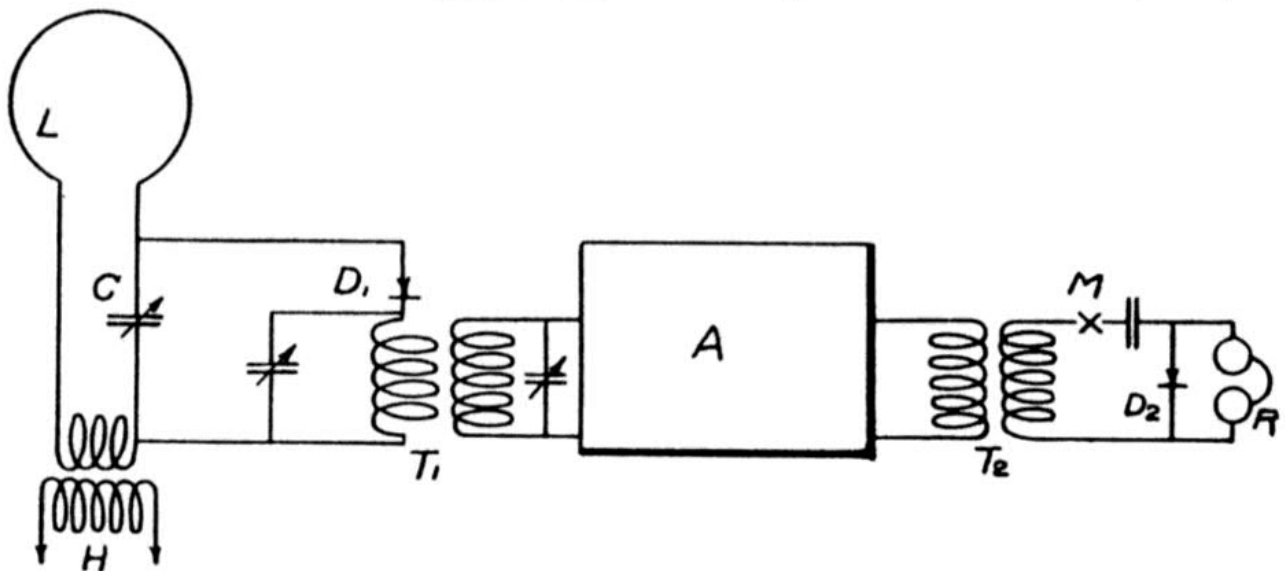
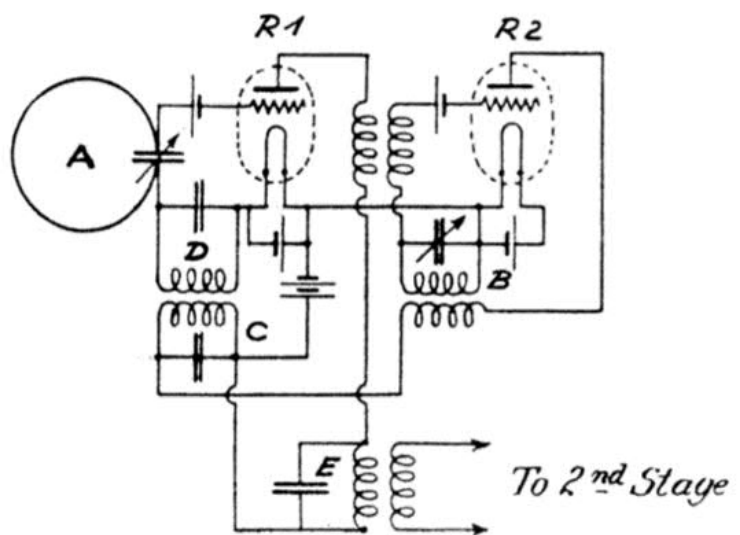

Bild 9: Überlagerungs-Empfänger nach Armstrong (Dez. 1918)
Bild 15: Reflex-Schaltung der Vorstufe. (HF-Vorverstärker und 1. Zf-Verstärker)
quenz. Zusätzlich benötigt wurde ein Konverter, der es ermöglichte, durch Überlagerung (H) mit einer Oszillatorfrequenz (und anschließender Gleichrichtung in D1) die hohe Eingangsfrequenz auf diese problemlos zu verstärkende Zwischenfrequenz umzusetzen6. (Bild 9) [9].
fang (Superhet) patentieren lassen. Bild 15 siehe dazu im Vergleich Bild 9.